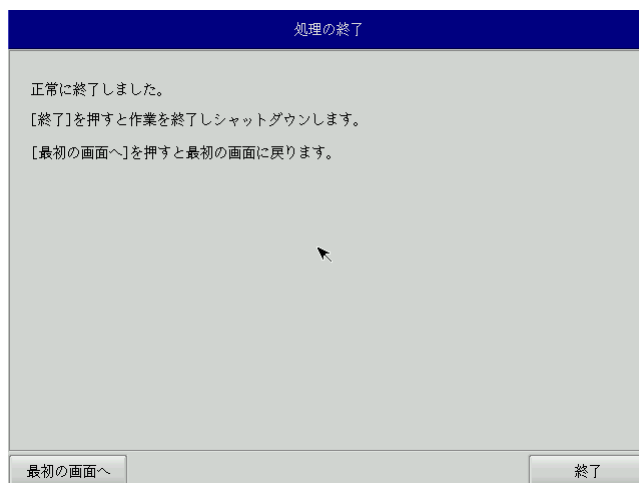

図 5-2-9. 終了画面
- ⑬ 終了画面（図 5-2-9）が表示されるとバックアップファイルの書き込みは完了です。[終了]ボタンを押して電源を落とし、リカバリ USB メモリ、バックアップ USB を外します。